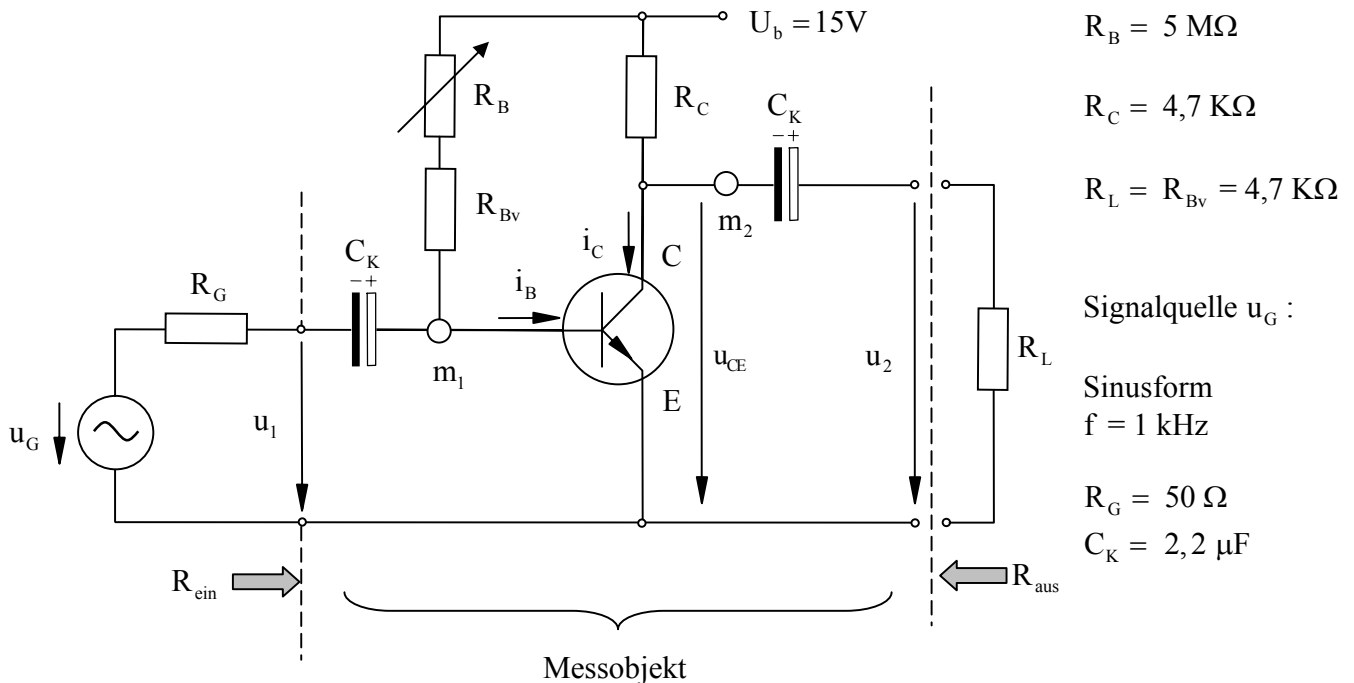

Bild 8
3.1 Bauen Sie das Messobjekt nach dem Schaltbild in Bild 8 noch ohne R_L auf, Messen Sie zuvor die genauen Werte von R_C und R_L